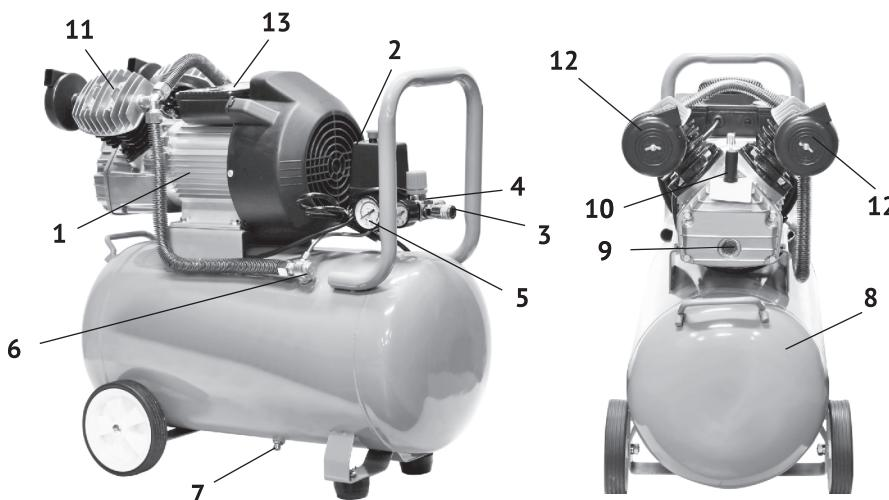
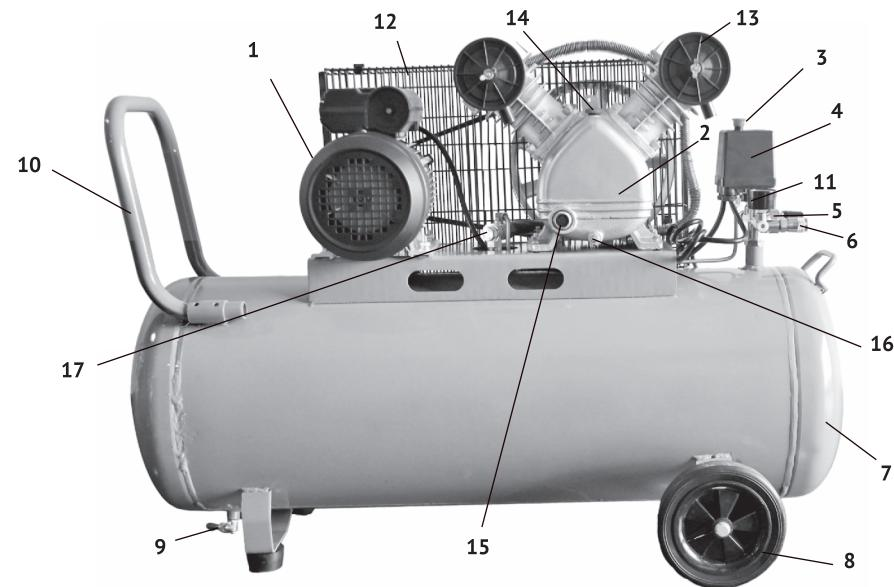
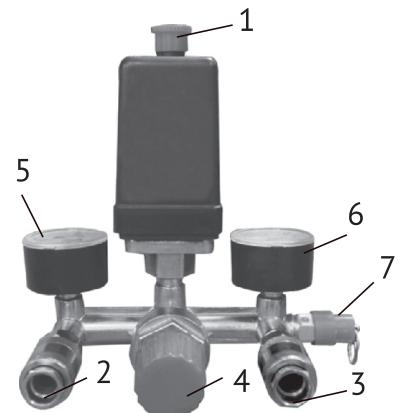

Рис.1
Рис.2
Рис. 4
7.1.Общий вид компрессора КМК-2000/50/2 схематично представлен на рис.1
7.2.Картер компрессорной группы (рис.1 поз.1) с двигателем закреплены на металлическом корпусе ресивера (рис.1 поз.8). Вращение якоря двигателя преобразуется кривошипно-шатунным механизмом в возвратно-поступательное движение поршней двух цилиндров. Сжатый воздух из выпускных клапанов цилиндров подаётся в ресивер. При подключении к быстроразъёмным выходным штуцерам (рис.1 поз.3) коллектора пневмоинструмента, сжатый воздух подаётся к инструменту. Выходное давление в штуцерах регулируется редуктором и контролируется манометрами.
7.2.Общий вид компрессора КМК-2500/100/2 схематично представлен на рис.2
7.4.Картер компрессорной группы (рис.2 поз.2) с двигателем (рис.2 поз.1) крепятся на металлической платформе корпуса ресивера (рис.2 поз.7). Вращение с якоря двигателя шкивами и клиновым ремнём передаётся на коленчатый вал компрессорной группы. Вращение коленчатого вала преобразуется кривошипно-шатунным механизмом в возвратно-поступательное движение поршней. Два цилиндра с V-образным расположением, смонтированы на картере. Воздух, через воздушные фильтры (рис.2 поз.13) подаётся во впускные клапаны цилиндров. Сжатый воздух из выпускных клапанов цилиндров, через обратный клапан (рис.2 поз.17), подаётся в ресивер (рис.2 поз.7). При подключении к быстроразъёмным выходным штуцерам (рис.2 поз.6) шланга пневмоинструмента, сжатый воздух подаётся к инструменту. Выходное давление в штуцерах регулируется редуктором (рис.2 поз.4) и контролируется манометром.
При подключении компрессора к сети питания, убедитесь что, выключатель реле давления (рис.4 поз.1) находится в позиции «Выкл», положение «Нажато». Запустите компрессор, переведя выключатель в позицию «Вкл», положение «Отжато». Для обеспечения хорошей работы компрессора при первом запуске рекомендуется оставить компрессор работающим в течение 5-8 минуте полностью открытыми выходными кранами (рис.4 поз.2,3) и редуктором (рис.4 поз.4), после чего откройте вентиль слива конденсата (рис.1 поз.7 (для КМК-2000/50/2) или рис.2. поз.9 (для КМК-2500/100/2)), находящийся снизу ресивера и слейте конденсат. После первых 5-ти часов работы компрессора проверьте крепление винтов головки цилиндра и фильтров (рис.1,2, поз.12).
Компрессор имеет два выходных штуцера оснащённых манометрами. Давление в ресивере показывает манометр расположенный справа (рис.4 поз.6), в то время как манометр находящийся слева (рис.4 поз.5), показывает давление на выходе, которое Вы можете регулировать с помощью редуктора (рис.4 поз.4). Выходной штуцер (рис.4 поз.3) выдаёт сжатый воздух с максимальным рабочим давлением в ресивере, а выходной кран штуцер (рис.4 поз.2) выдаёт сжатый воздух с рабочим давлением, установленным с помощью редуктора (рис.4 поз.4).
Также компрессор оснащён предохранительным клапаном (рис.4 поз.7) для ограничения максимального давления в ресивере.
10.3.По окончании работы: перевести выключатель реле давления в положение «Выкл», отключить розетку компрессора от сети питания и полностью сбросить давление, открыв выходной штуцер (рис.4 поз.3).
-Открутите пробку заливной горловины (рис.2 поз.14).
-Открутите болт сливного отверстия (рис.2 поз.16).
-Через воронку залейте новое масло, контролируя уровень через окно (рис.2 поз.15).
-снять защитную решётку (рис.2 поз.12), открутив болты крепления;